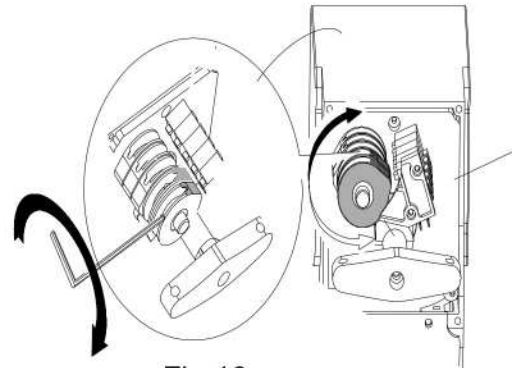

Fig.10
A. Ajuste de Limite de Cierre de Puerta: Pulsar el Botón de **OPEN**. El Portón se Moverá Hasta la Posición Deseada y Pulse el Botón "**STOP**" en La Botonera de 3 Pasos, Observe la Rotación de Operador y Dirección de Cierre en la Leva Roja. (Fig.10), Cuando el Portón se Detiene, Manualmente Girar las Dos Levas Rojas en Dirección Hasta que se Presione el Interruptor de Límite y se Escuche un "**Clic**". Apriete con una llave Allen el Tornillo Situado en el Centro de la Leva, para Asegurar su Posición.